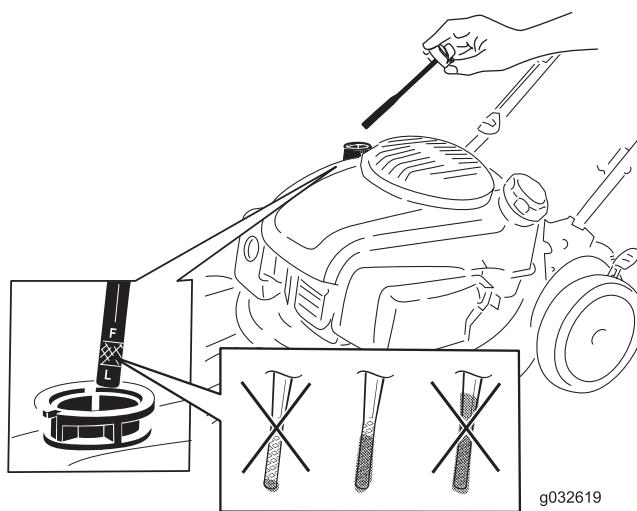

Figure 21
4. Versez de l'huile **lentement** dans le goulet de remplissage pour faire monter le niveau jusqu'au repère du plein (Full) sur la jauge (Figure 21). **Ne remplissez pas excessivement.** (Remplissage max. : 0,53 L (18 oz), type : huile détergente 10W-30 ou SAE 30 de classe de service API SJ ou supérieure.)